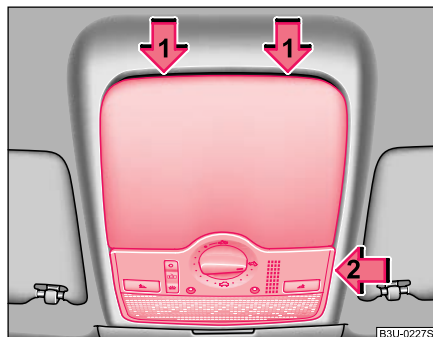

Fig. 188 Lampa interioară față la autovehiculele cu trapă electrică
- Introduceți o șurubelniță mică în partea din spate a capacului mecanismului de funcționare a trapei -săgeata 1- ⇒ Fig. 188.